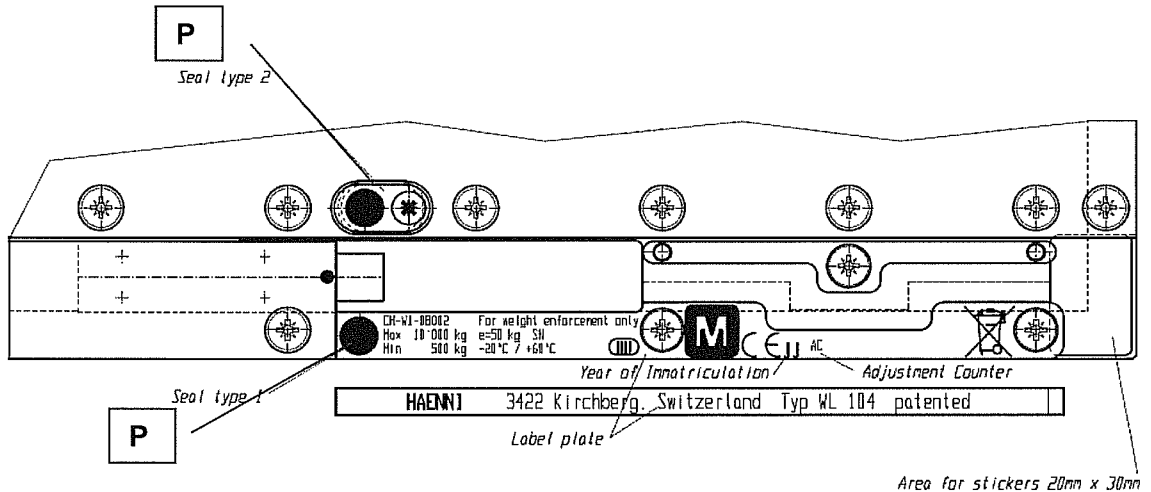

Abbildung 4 – Typenschild und Justierzähler, Ecke unten rechts der WL 104
- Plakette mit dem Typenschild und dem Justierzähler (Abbildung 4)
- Eine Schraube der Deckplatte (Abbildung 4)